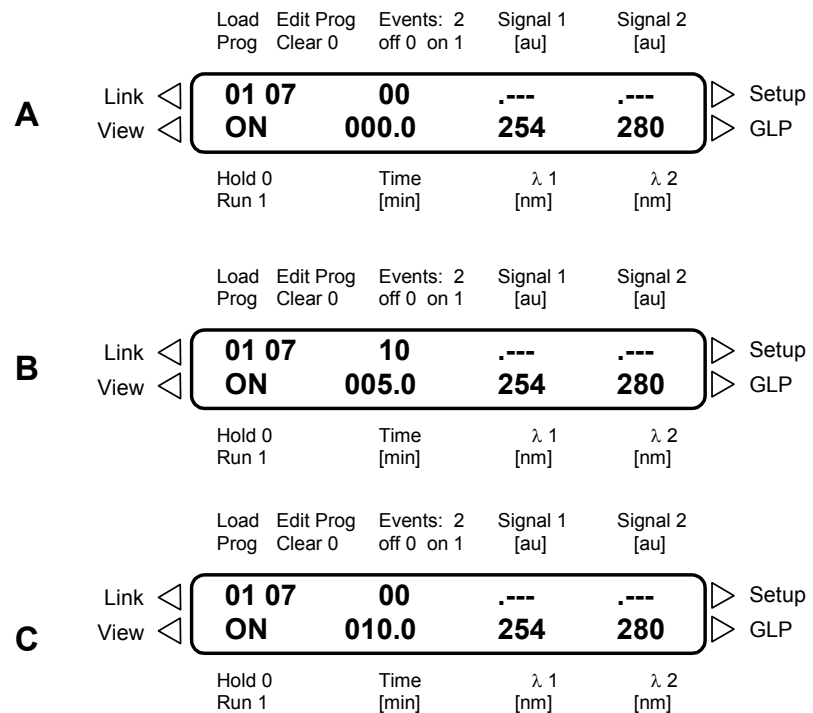

Abb. 17 Programmierstufen für das Beispielprogramm Nr. 7
5. Beim Zeitschritt 0 min bleibt das Eventfeld unverändert. Bei der Zeit 5 min geben Sie 10 ein, siehe Abb. 17 auf Seite 53 und deaktivieren Sie das Event bei 10 min durch die Eingabe 00 .